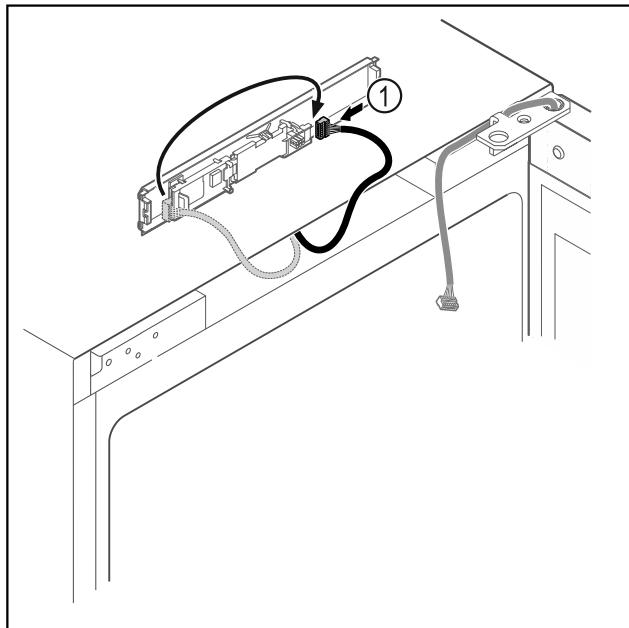

Fig. 14
- Μεταφέρετε το φίς Fig. 14 (1) στην πλακέτα.